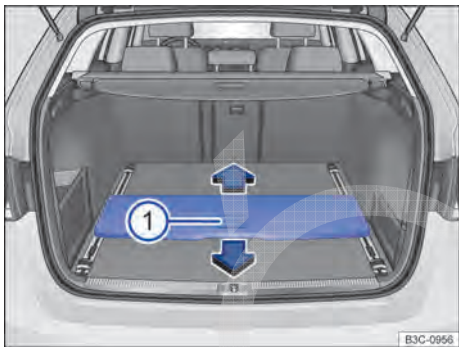

Fig. 130 No compartimento de bagagem: assoalho do compartimento de bagagem móvel.
- Manter o botão pressionado na alça ⇒ Fig. 130 ① e empurrar o assoalho do compartimento de bagagem móvel sobre trilhos para frente e para trás ⇒ Fig. 130.